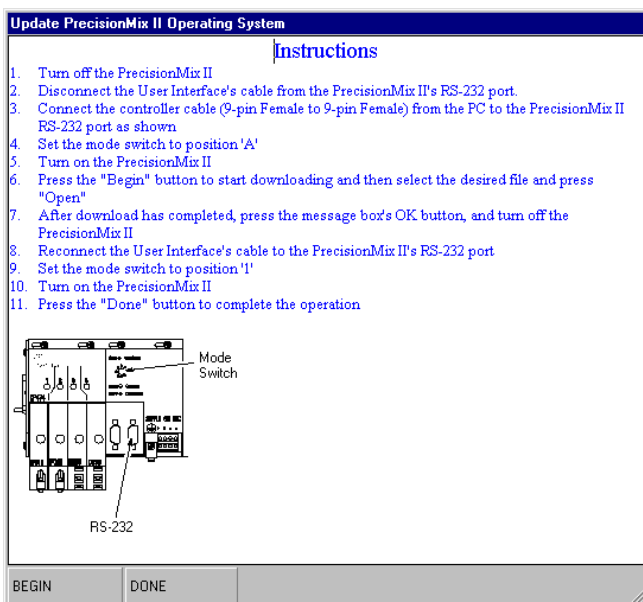

Fig. 13.20
2. Une fenêtre d'instructions de mise à jour du système d'exploitation du PrecisionMix II apparaîtra. Voir Fig. 13.20.
6. Appuyer sur le bouton DÉBUT dans la fenêtre d'instructions pour commencer la sauvegarde. Voir Fig. 13.20.